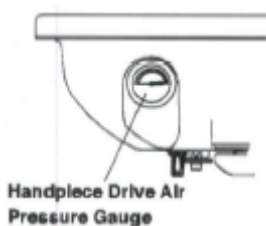

Рис. 3-17 Манометр
(6) Манометр наконечника (**Рис. 3-17**).